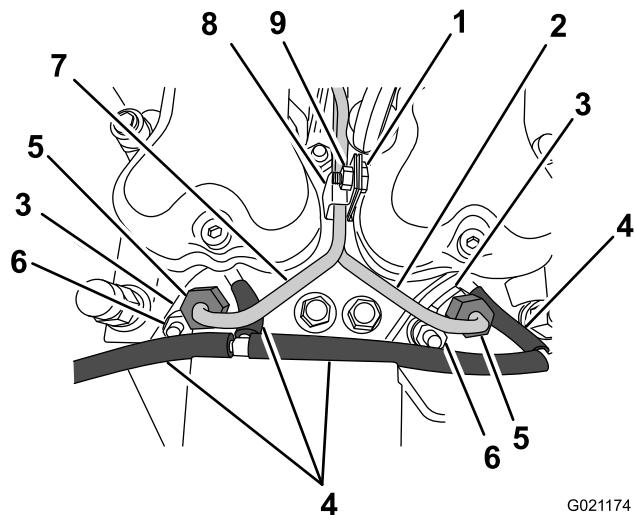
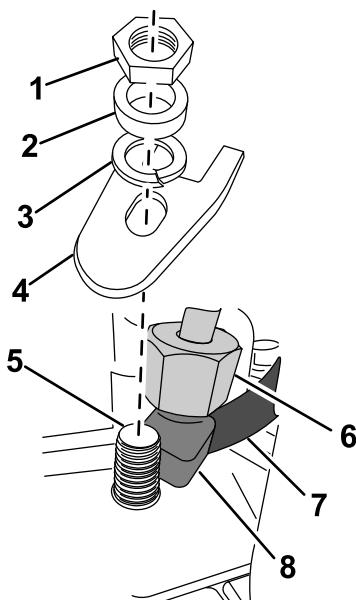

Figura 49
Figura 50
- Afloje las tuercas de los tubos de ambos inyectores de combustible (Figura 49 y Figura 50).
- Retire las tuercas de retención, las arandelas, las arandelas de freno y los dispositivos de sujeción que sujetan los inyectores de combustible a la culata (Figura 50).